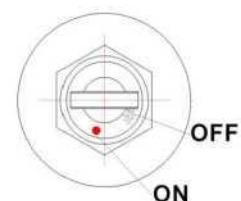
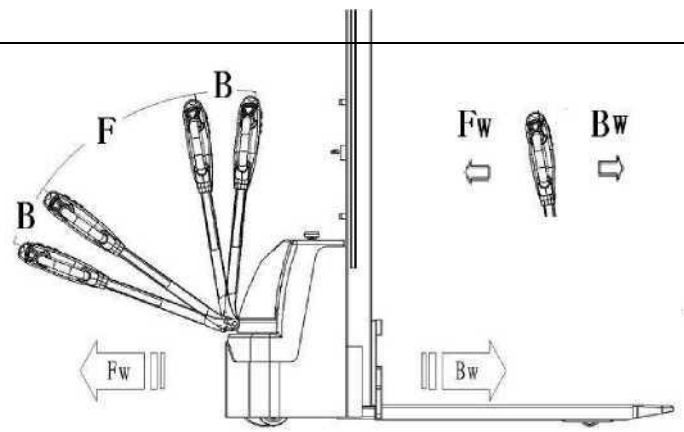

Fig. 8 : Interrupteur à clé
Fig.11 Sens opérationnels :
Après avoir démarré le chariot en tournant la clé insérée en position "ON" (fig. 8 ; et éventuellement en tirant le bouton d'urgence avec prudence), déplacer le timon dans la position de déplacement ('F', fig. 11).
Tournez le bouton d'accélérateur à la position désirée, en Marche Avant « Fw » ou en Marche Arrière « Bw » (fig. 11).
- En ramenant le bouton d'accélérateur (13) à la position initiale '0' ou en relâchant le bouton, le freinage par récupération est activé. Le chariot freine jusqu'à l'arrêt.
- En déplaçant le bouton d'accélérateur (13) d'une direction de conduite directement dans la direction opposée, le chariot freine en se régénérant jusqu'à commencer à se déplacer dans la direction opposée.
- Le chariot freine, si le timon est déplacé vers le haut ou vers le bas dans les positions de freinage (Fig 11 B). Si le timon est relâché, la barre se déplace automatiquement vers la position de freinage supérieure ('B'). Le chariot freine jusqu'à l'arrêt..
- Le bouton de sécurité (poussoir) (12) empêche l'opérateur d'être écrasé. Si ce bouton est activé, le chariot décélère et/ou commence à se déplacer vers l'arrière ('Bw.') sur une courte distance et s'arrête. Tenez compte du fait que ce bouton fonctionne également quand le chariot ne roule pas et que le timon se trouve dans la zone de travail « F ».